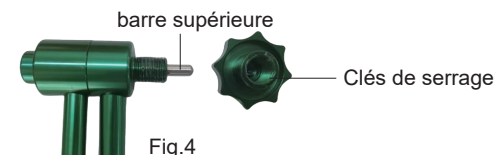

Fig.4
- Dévissez la clé de blocage (Fig. 4) et retirez la barre supérieure.